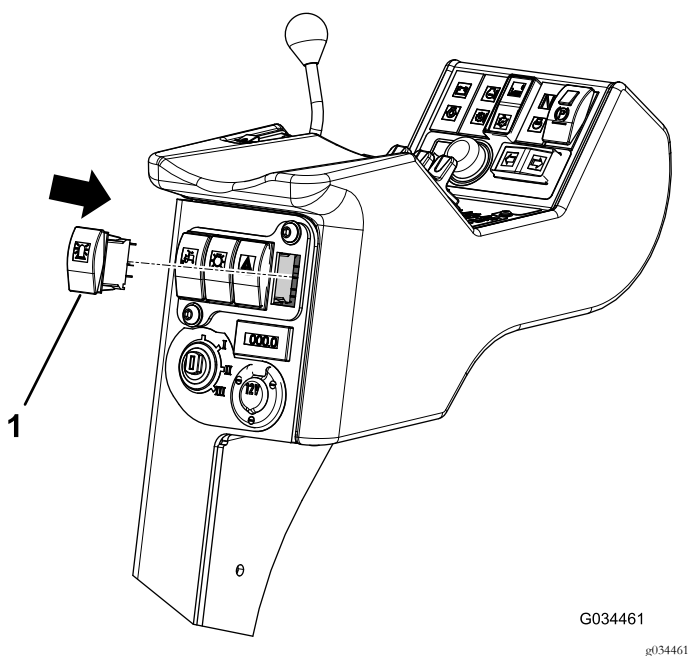

Figure 15
3. Enfoncez l'interrupteur dans l'ouverture jusqu'à ce qu'il s'enclenche en position (Figure 15).